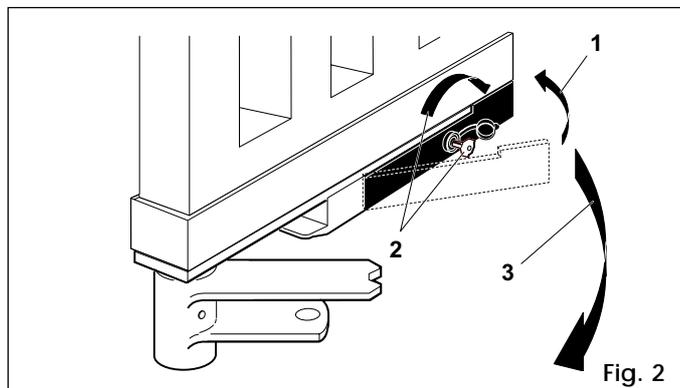

Fig. 2
- riportare la leva nella sua posizione di riposo (fig. 2-rif. 1)
- introdurre la chiave di sblocco nella serratura e ruotare la chiave fino a battuta nella direzione opposta al pilastro (fig. 2-rif. 2)
- azionare manualmente l'anta fino all'aggancio della serratura sulla staffa di bloccaggio (fig. 2-rif. 3)